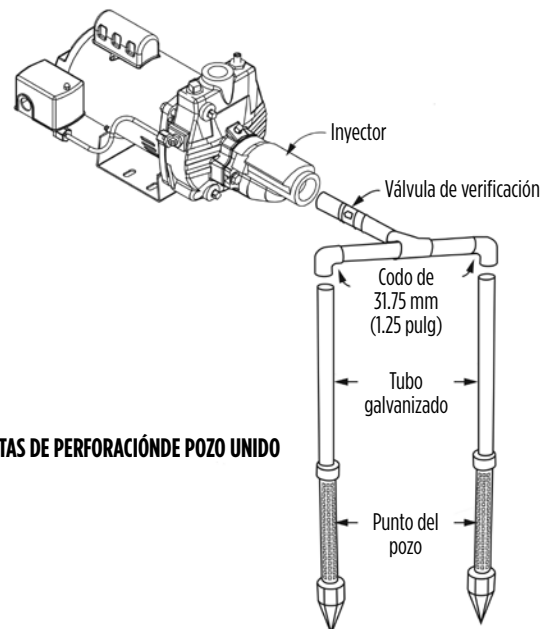

Fig. 8 - LA DOS PUNTAS DE PERFORACIÓN DE POZO UNIDO
- Introduzca la punta de perforación de pozo en el suelo de acuerdo con las instrucciones provistas con la punta de perforación de pozo. Debe introducirse a una profundidad suficiente de manera que atraviese la formación acuífera debajo del nivel freático pero sin exceder los 7.6 m (25 pies) de profundidad. Una sola punta de perforación de pozo puede no suministrar la cantidad de agua necesaria. A veces es necesario utilizar más de una punta de perforación de pozo para aumentar el suministro de agua. Las dos puntas de perforación de pozo individuales se pueden acoplar mediante la tubería adicional y una junta en cruz. (Ver Fig. 8).